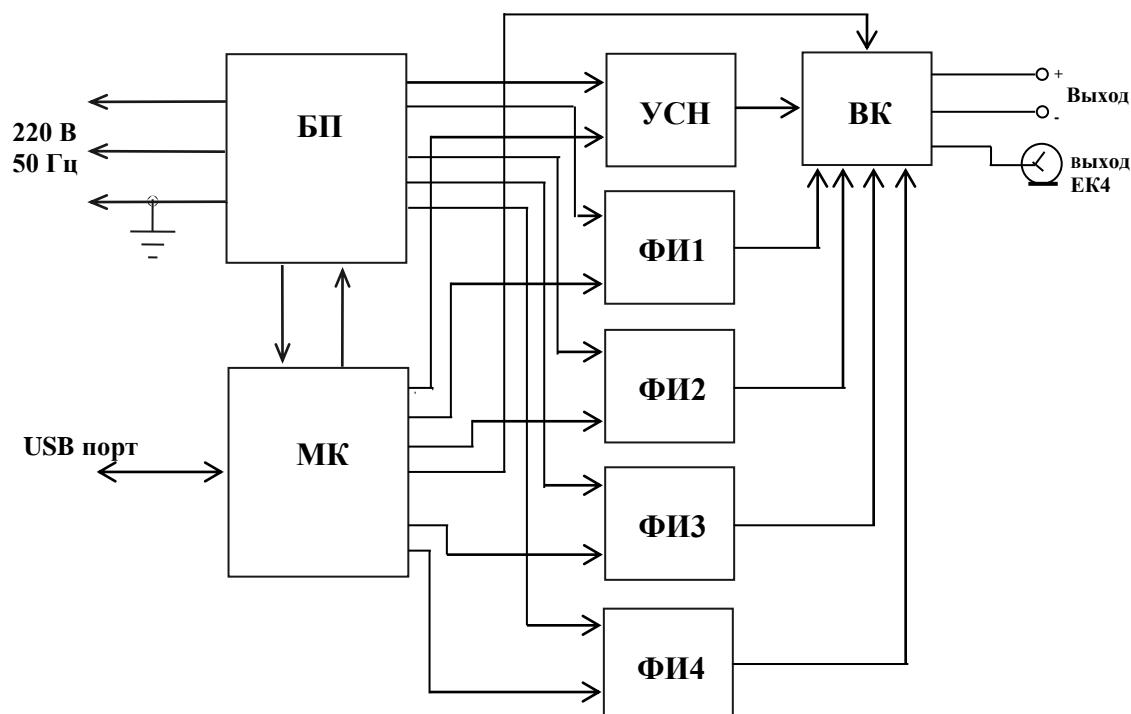

Рис.1 - Структурная схема генератора ИГА 12.2
4.1 Структурная схема испытательного генератора ИГА 12.2 представлена на рис.1.